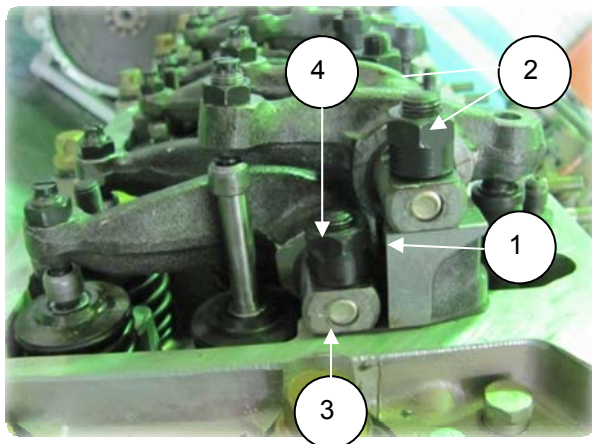

Рис. 2.31
1. Снять стойку оси коромысел впускных клапанов (1) (840.1007106), отвернув 2 гайки М12 (2) (S17), и снять коромысла (рис. 2.31);
2. Снять ось коромысел выпускных клапанов (3) (840.1007100), отвернув 2 гайки М12 (4) (S=17) и снять коромысла (840.1007140) (рис. 2.31).